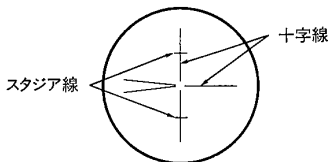

図 5.6
- 1) 標尺を視準して、スタジア線に挟まれた長さ l (cm)を測定します。(図 5.6)